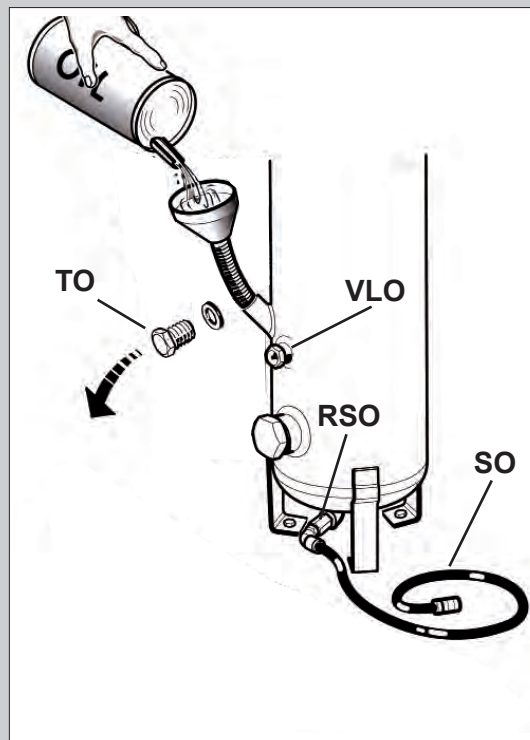

Рис. 23
- Ослабьте крышку маслозаливной горловины **ТО**. Постарайтесь не ослабить уплотнение (рис. 23)
- Подсоедините дренажную трубу **SO**, сообщающуюся с клапаном **RSO**, к подходящей емкости, предварительно отвернув предохранительную заглушку (рис.23)